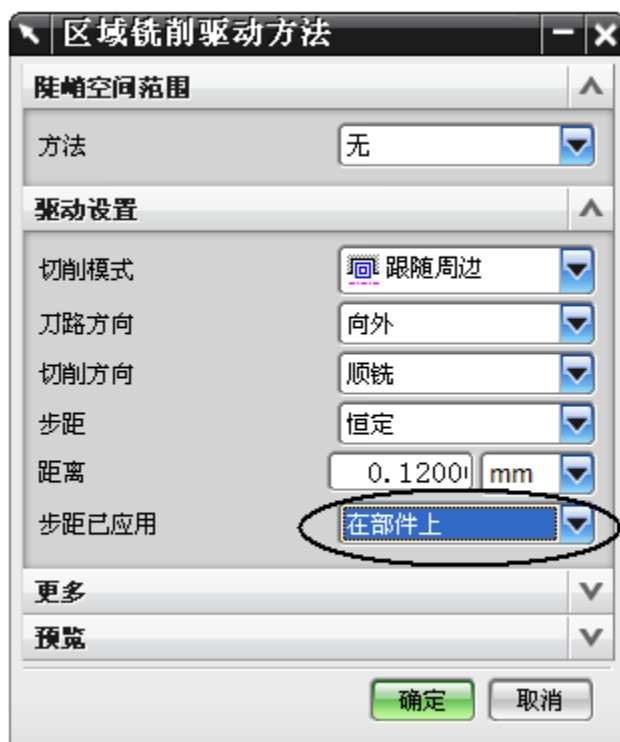

图 6-12
- 在操作对框中，单击 ，设置步距应用为在部件上，如图 6-12 所示，单击 OK。